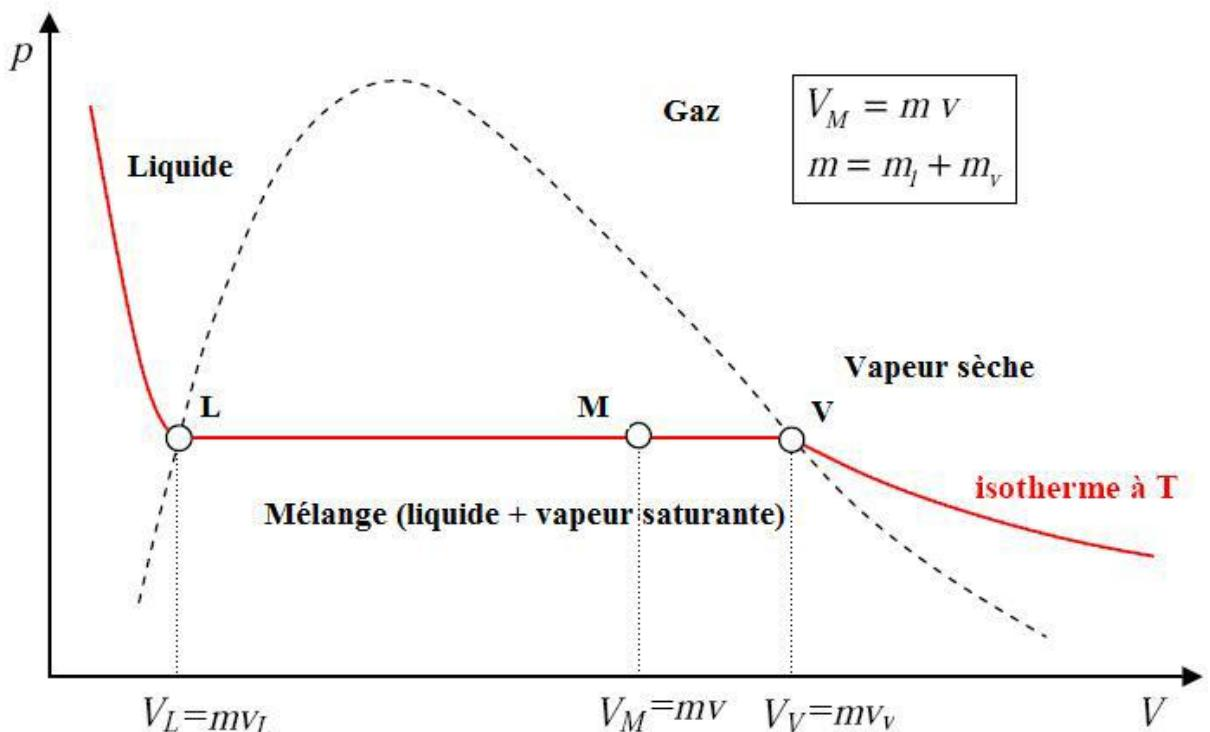

Figure 1.4 : Le titre d'une vapeur à l'équilibre dans un diagramme de Clapeyron
Sur la Figure 1.4, Le point M situé sur le palier de liquéfaction représente l'état d'équilibre d'une masse  $m$  de corps pur à la température  $T$  dans l'état de vapeur saturante, telle qu'une masse  $m_l$  de liquide coexiste avec une masse  $m_v$  de vapeur. Lorsque le point M progresse sur le palier de vaporisation (liquéfaction), la proportion de liquide et de vapeur qui constitue le système évolue. Ainsi, au **point de rosée** (V), il y a 100% de vapeur sèche et 0% de liquide ( $m_v = m$ ). Puis, lorsque l'on diminue le volume, la quantité de vapeur diminue tandis que la quantité de liquide augmente et au **point de bulle** (L), il y'a 100% de liquide et 0% de vapeur ( $m_l = m$ ).